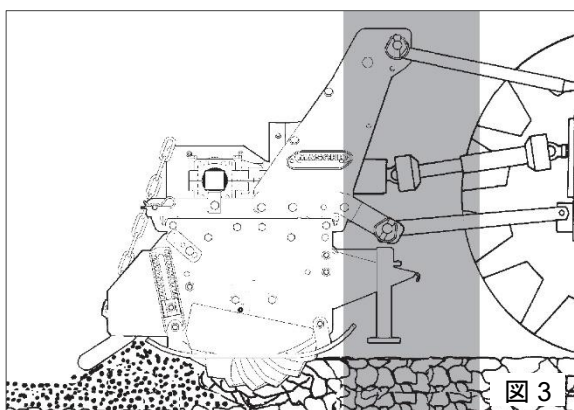

図 3
- 5) 外側からロアリンク昇降を操作する際、トラクターとリンケージとの間に入ることは絶対にしないでください。(図 3)
- 6) エンジンが動いている状態で、トラクターと本機との間(図 3)に入ることは絶対にしないでください。 手動ブレーキを掛け、適切な大きさの輪止めをホイールの下に置いた後、初めてトラクターと本機との間での作業が可能になります。